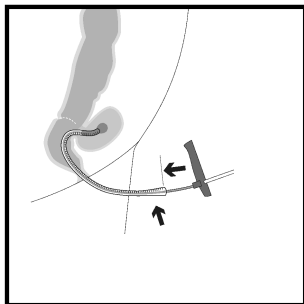

Fig. 3
14. Conduza o impulsor via tubo de drenagem e, utilizando o impulsor, empurre a esponja para a frente para a extremidade do "overtube" (ou retoscópio ou protoscópio). A ponta da esponja está agora posicionada no ponto mais profundo na cavidade da lesão/fuga (Fig. 3). Entretanto, continue a manter o "overtube" (ou retoscópio ou protoscópio) firmemente no lugar.